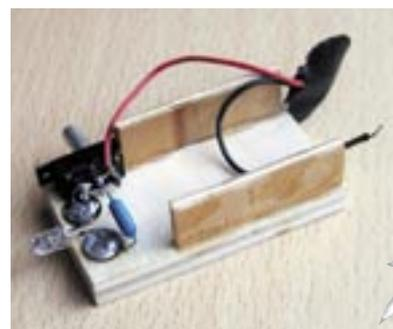

Bild 10: So ist der Widerstand auf die Platte zu löten.
2. Schritt: Die Anschlüsse des Widerstandes werden mit einem Seitenschneider gekürzt und anschließend umgebogen. Ein Anschluss ist auf die Reißzwecke zu löten (siehe **Bild 10**).